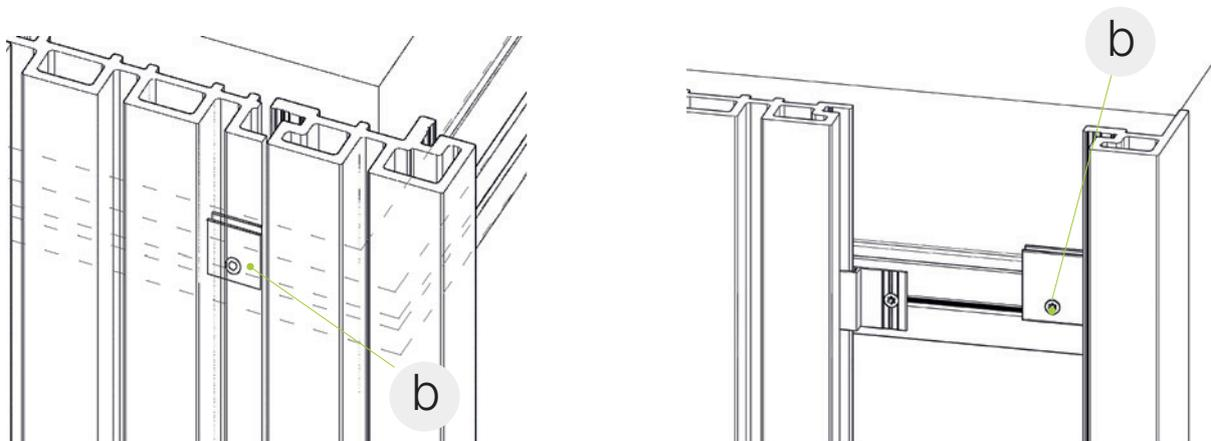

Рис. 9.1 Крепление дополнительной клипсы
При монтаже фасадного профиля на шаге (5) необходимо закрепить дополнительную клипсу на несущем профиле (см. рис. 9.1).